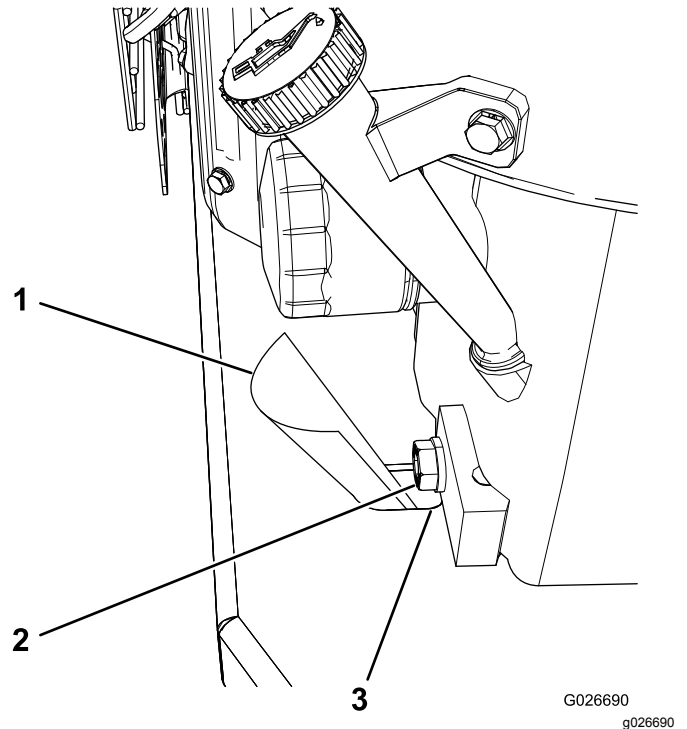

Figure 38
**Remarque:** Insérez un morceau de papier ou de carton mince dans le trou de vidange pour diriger l'huile à l'écart de la plaque de montage du moteur (Figure 38).